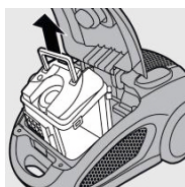

Рис. 24
3. Извлеките пылесборник из пылесоса за ручку (рис. 24,25).